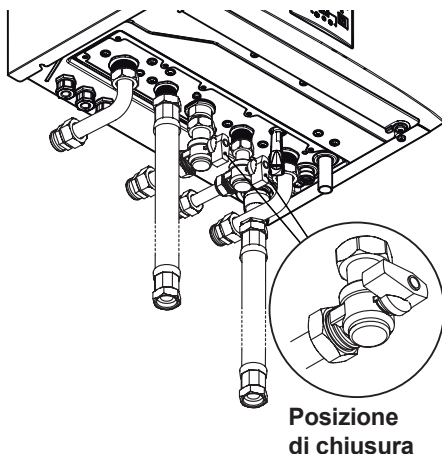

Figura 2.13
- Chiudete i rubinetti della caldaia Figura 2.13;